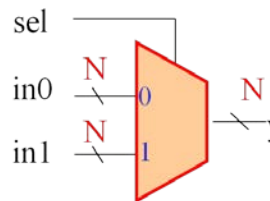

图 1.1 数据选择器
下面用图1.1所示的数据选择器的Verilog HDL描述来说明模块结构。
- ①Verilog HDL模块的内容包含在“module”和“endmodule”两个语句之间。
- ②首先要给出模块名，之后的括号内给出的是端口列表。本例模块取名mux2to1，参照图1.1，端口列表中端口即为硬件中外接引脚，模块通过这些端口与外界联系。
- ③参数定义，本例定义一个参数N，表示输入、输出数据的位数，默认N为1。这样，以后，其它模块可调用该模块时，可通过参数传递来改变参数N的值。参数传递的方法留在后面章节交代。
- ④端口说明，说明端口类型（input）、输出(output)和双向端口(inout)。
- ⑤数据类型定义，定义端口或变量的数据类型（wire、reg等）。
- ⑥描述逻辑功能描述，本例有用always过程块描述数据选择器的逻辑功能。
- ⑦用“//”可以进行单行注释，用“/*.....*/”可以进行多行注释。另外，begin-end相当于C语言中的{ }。